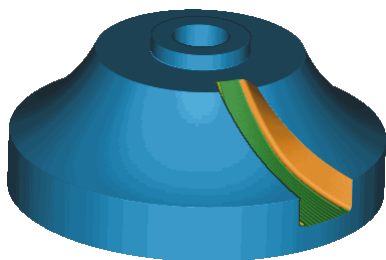

图 5.5.22 2D 仿真结果
Step2. 在“可变轮廓铣”对话框中单击“确认”按钮，系统弹出“刀轨可视化”对话框。在“刀轨可视化”对话框中单击 2D 动态 选项卡，采用系统默认参数设置，调整动画速度后单击“播放”按钮，即可演示刀具按刀轨运行，完成演示后的模型如图 5.5.22 所示，仿真完成后单击 确定 按钮，然后在“可变轮廓铣”对话框中单击 确定 按钮，完成操作。